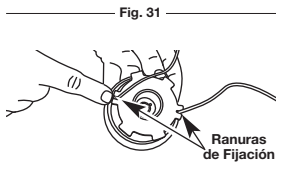

Fig. 32
12. Inserte los extremos de la línea en las dos ranuras de fijación (Fig. 32).